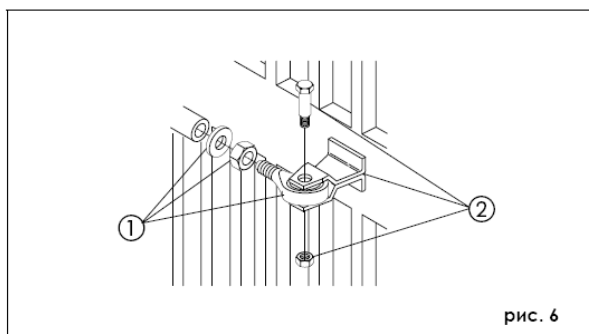

рис. 6
- 3) Вкрутите наполовину винт переднего кронштейна в шток поршня (поз. 1 рис. 6) и зафиксируйте с помощью прилагаемой гайки.
- 7) Закрепите передний кронштейн на штоке (поз. 2 рис. 6).